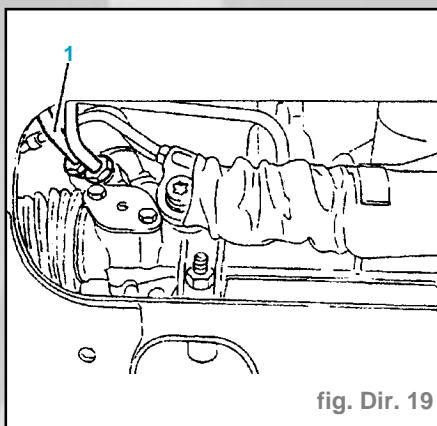

fig. Dir. 19
- Débrancher le tuyau haute pression (1) sur la valve (fig. Dir. 19).
- Rébrancher le tuyau haute pression (1) sur la valve (fig. Dir. 19),